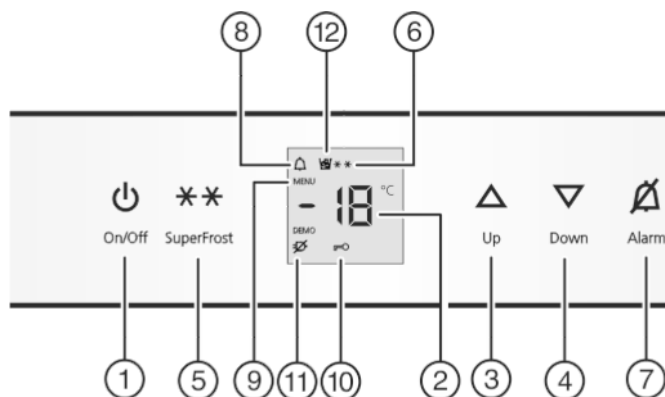

Fig. 2
- Stiskněte tlačítko On/Off Fig. 2 (1).
► Aktivace režimu nastavování: Stiskněte tlačítko SuperFrost Fig. 2 (5) asi na 5 sekund.
▷ Symbol Menu Fig. 2 (9) svítí.
► Pro potvrzení krátce stiskněte tlačítko SuperFrost Fig. 2 (5).
► Pro zapnutí dětské pojistky krátce stiskněte tlačítko SuperFrost Fig. 2 (5).
▷ Symbol dětské pojistky Fig. 2 (10) svítí. Na displeji bliká **c**.
► Pro vypnutí dětské pojistky krátce stiskněte tlačítko SuperFrost Fig. 2 (5).
▷ Symbol dětské pojistky Fig. 2 (10) zhasne. Na displeji bliká **c**.
► Ukončení režimu nastavení: Stiskněte tlačítko On/Off Fig. 2 (1).
► Stiskněte tlačítko Alarm Fig. 2 (7).
Současně bliká ukazatel teploty a symbol Alarm Fig. 2 (8).
Výstražný bzučák se vypne automaticky, symbol Alarm Fig. 2 (8) se vypne a ukazatel teploty přestane blikat, když je teplota zase dostatečně nízká.
► Nastavení vyšší teploty: Stiskněte seřizovací tlačítko Up Fig. 2 (3).
► Nastavení nižší teploty: Stiskněte seřizovací tlačítko Down Fig. 2 (4).